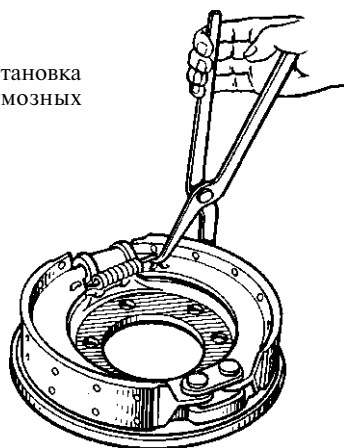

Рис. 13.9. Снятие и установка стяжной пружины тормозных колодок
3. Снимите стяжную пружину тормозных колодок с помощью специальных щипцов (рис. 13.9).